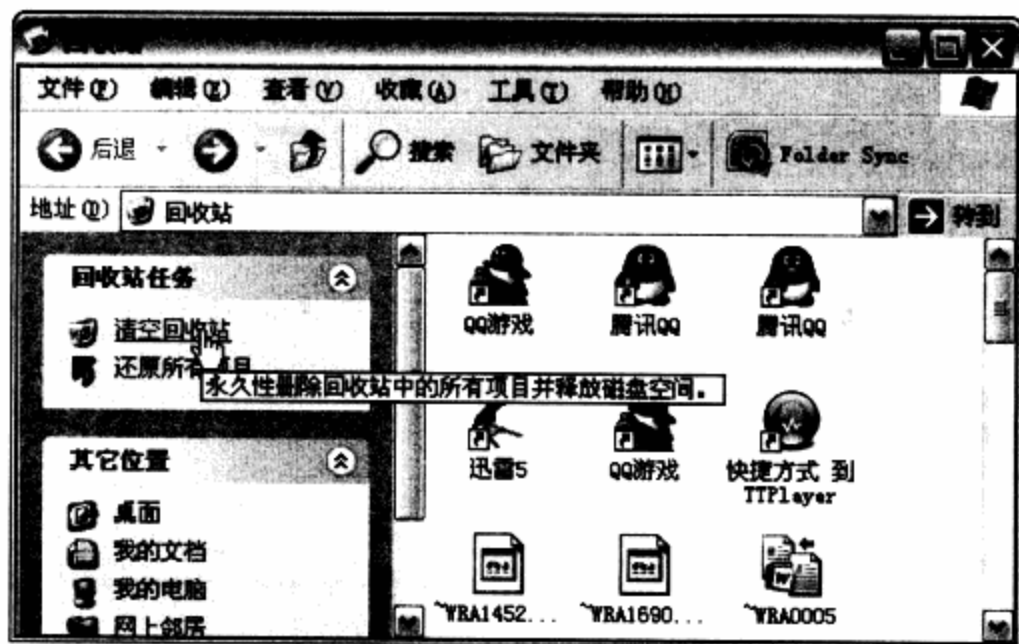

图13-20 “回收站”窗口
- 在“回收站”窗口的“回收站任务”栏中选择“清空回收站”命令，即可一次性删除回收站的内容。如图13-20所示。